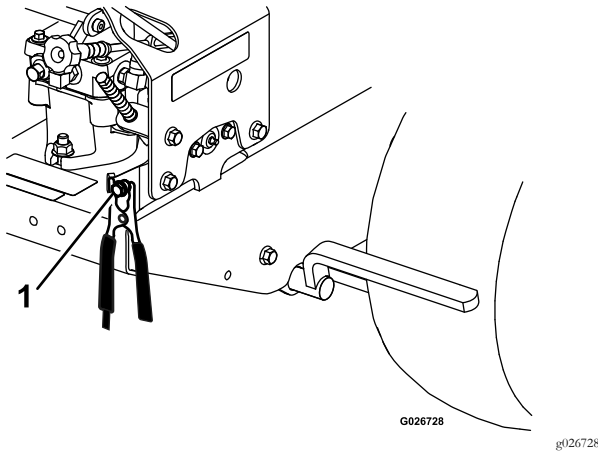

Figure 11
6. MAKE THE FINAL CONNECTION ON THE GROUND STUD, LOCATED ON THE RIGHT SIDE REAR BRACKET OF THE ENGINE DECK, OF THE STALLED VEHICLE (NOT TO THE NEGATIVE POST) AWAY FROM THE BATTERY. STAND BACK (see Figure 11).